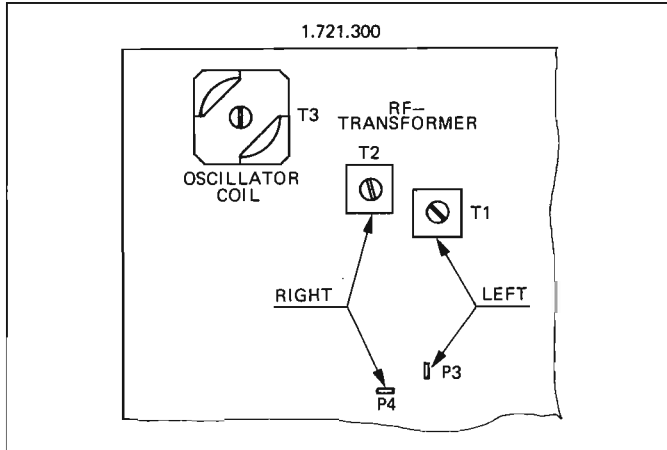

Fig. 5.4
- Frequenz an Messpunkt P3 oder P4 messen und mit der Oszillatortspule T3 auf 105 kHz abgleichen (Fig. 5.4)